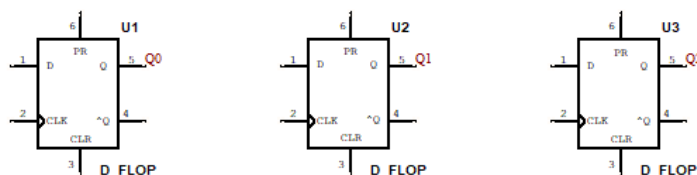

图 5-3: 模 7 加法计数器的 3 个 D 触发器
2. 模 7 加法计数器可以表示的值为  $0 \sim 6$ , 至少需要 3 位二进制数才能表示, 所以需要 3 个 D 触发器。每一个 D 触发器存储一位二进制数。在原理图中依次放置 3 个 D 触发器, 各个触发器之间留出一定的间隔, 以便放置其他器件。如图 5-3 所示。